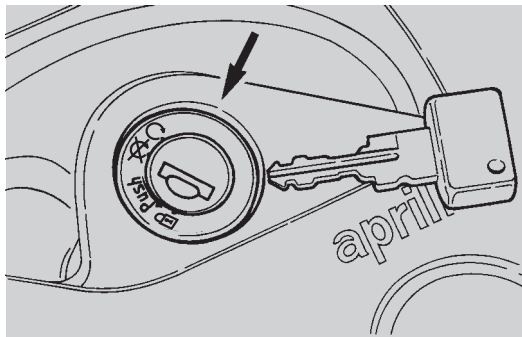

Fig. 26
- tourner la clé en position "○" (Fig. 26);